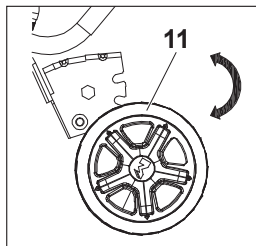

Fig. 6
1. Tire de la rueda (11) y desplácela a la posición requerida, suéltela y asegúrese de que encaja en su posición (Figs. 6 y 8).